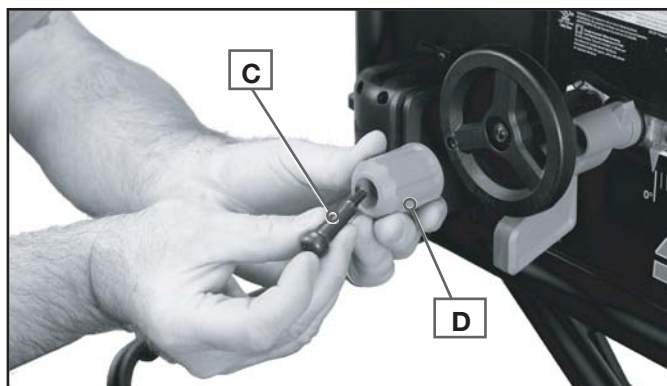

Fig. 1
Instale la perilla de ajuste de altura como se muestra en ensamble de motor/arbor de pág. 65 Fig. 1 y subir a la posición más alta para proporcionar fácil acceso a rajar Asamblea de cuchillo cerradura pomo y arbor.
1. Inserte el tornillo de hombro de la manija de la rueda (C) en la perilla del volante de ajuste de altura (D) como se muestra en la Fig. 1.